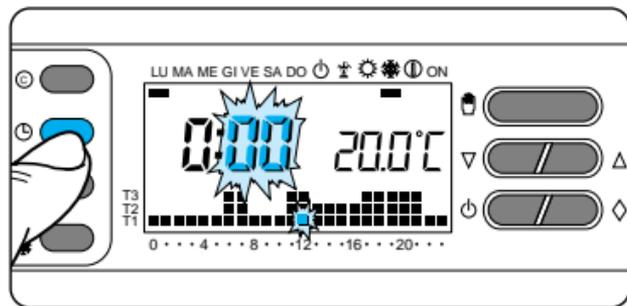

Fig. 17
**3.2** - Pulse el botón  (fig. 17).